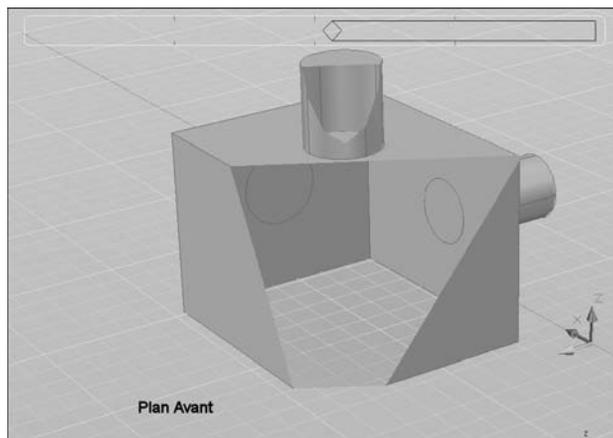
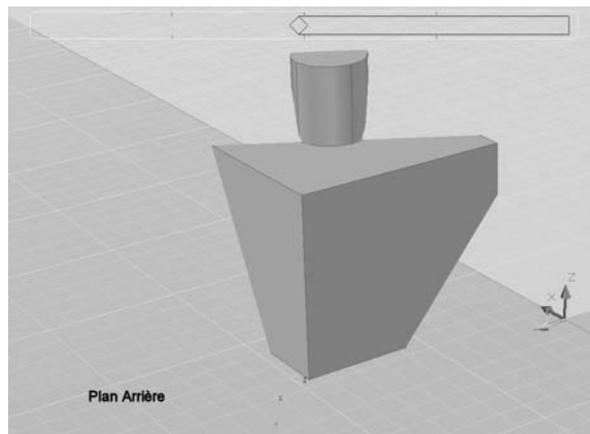

Fig.15.35
Fig.15.36
- 3 Sur la ligne de commande, entrez **DEL (CL)** (Délimitation/Clip).
- 4 Entrez **AV (F)** pour définir un plan de délimitation avant (fig.15.35) ou **AR (B)** pour définir un plan de délimitation arrière (fig.15.36) ou appuyez sur la touche Entrée.